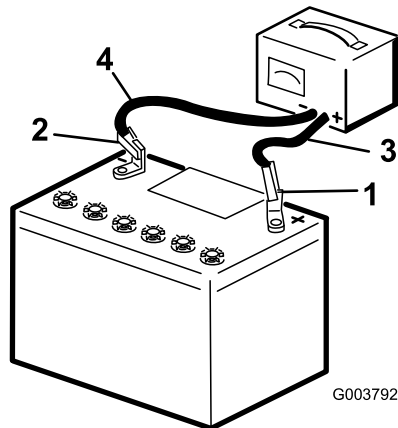

Figure 4
les fils du chargeur des bornes de la batterie (Figure 4).
3. Connectez un chargeur à la batterie (Figure 4) et chargez la batterie au régime de à 6 à 10 ampères pendant une heure au minimum. Ne chargez pas la batterie excessivement.